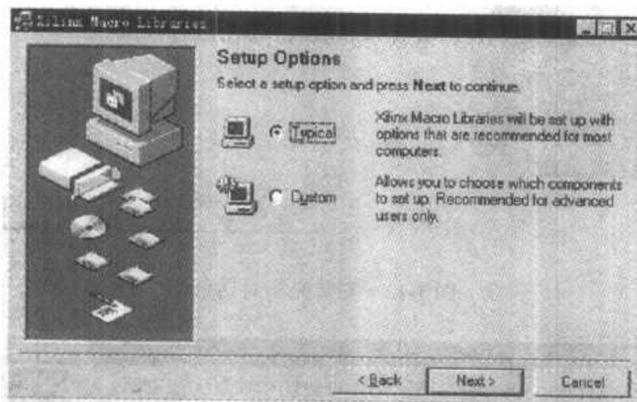

图 1-15 Xilinx Macro Libraries 安装类型选择对话框
(15) 单击 Next 按钮, 将出现如图 1-15 所示的对话框, 询问读者要进行什么类型的安装。